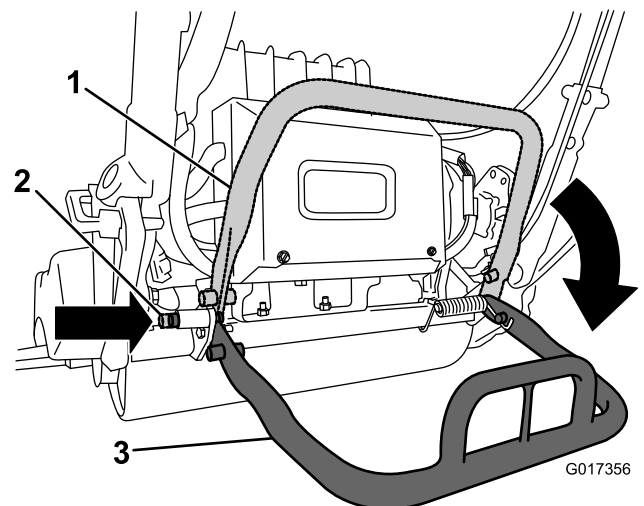

図 26
- ・ カッティングユニットを取り外すためにキックスタンドを使用する場合には、まずスタンドを下げてロッキングピンを差し込んでキックスタンドを整備位置にロックします (図 26)。